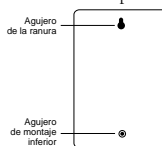

FIGURA 19: Parte posterior de la caja del programador
- Cuelgue la caja del programador deslizando la ranura de la parte posterior del programador sobre el tornillo de la pared [Vea la Figura 19].